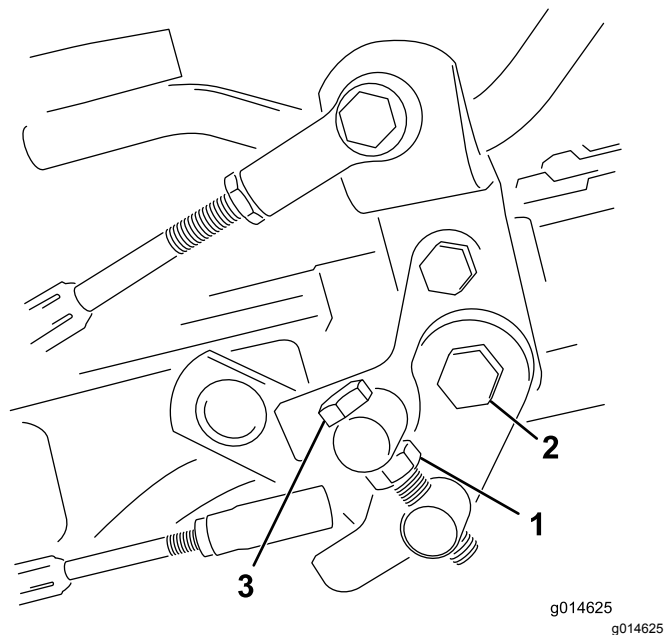

图51
1. 松开枢轴螺栓上的锁紧螺母**图51**。
4. 上紧枢轴螺栓上的锁紧螺母和踏板枢轴上的螺母锁定调整**图51**。检查调整情况、并按需要调整。